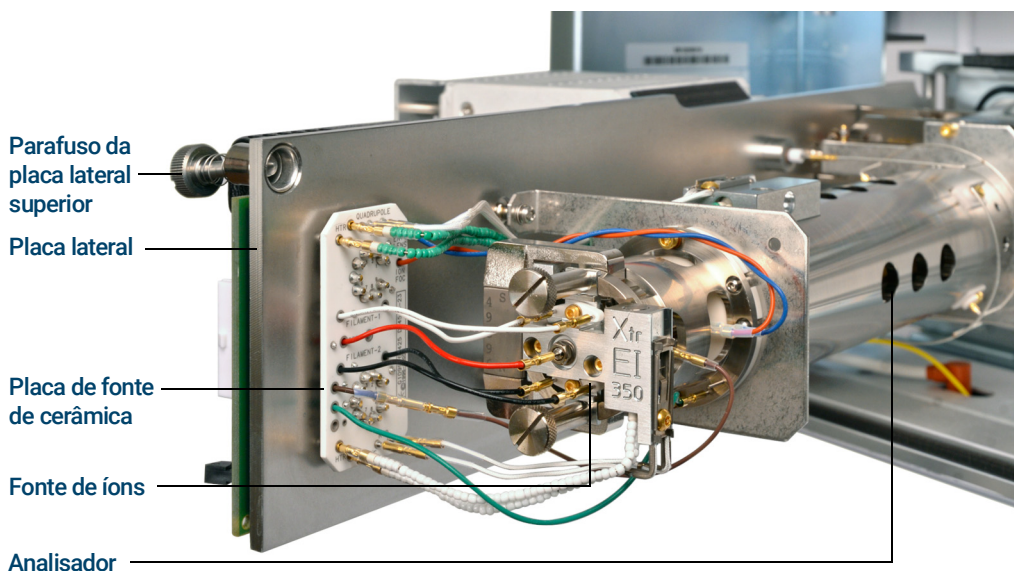

Figura 48. A câmara do analisador para um modelo Inert+ do MSD
- 3 Solte os parafusos da placa lateral do analisador, se eles estiverem apertados. (Consulte **Figura 48** na página 158.)